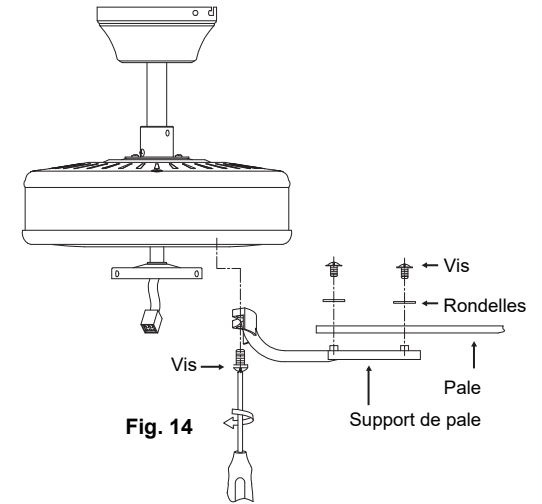

Fig. 14
**Étape 1.** Fixez une pale au support de pale avec les vis et les rondelles fournies (voir la Fig. 14). Commencez à serrer la vis dans le support. Répétez l'opération pour les deux vis restantes.